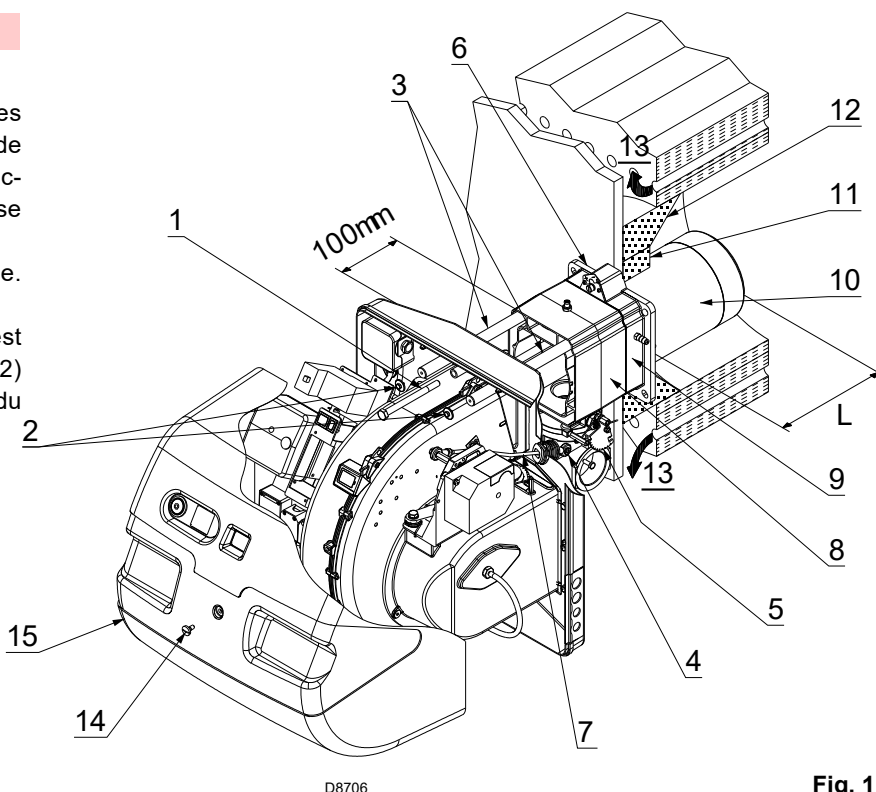

Fig. 11
La protection doit permettre l'extraction de la buse. Voir Fig. 11.
Séparer ensuite la tête de combustion du reste du brûleur, Fig. 11.
Une fois effectuée cette opération éventuelle, fixer la bride 9)(Fig. 11) à la plaque de la chaudière en interposant l'écran isolant 6)(Fig. 11) fourni avec l'équipement. Utiliser les 4 vis fournies, avec un couple de serrage de  $35 \div 40$  Nm, après en avoir protégé le filetage avec des produits anti-grippants.
- remonter le brûleur 4) sur les glissières 3) à 100 mm environ du manchon 5) - brûleur dans la position illustrée dans la Fig. 11;